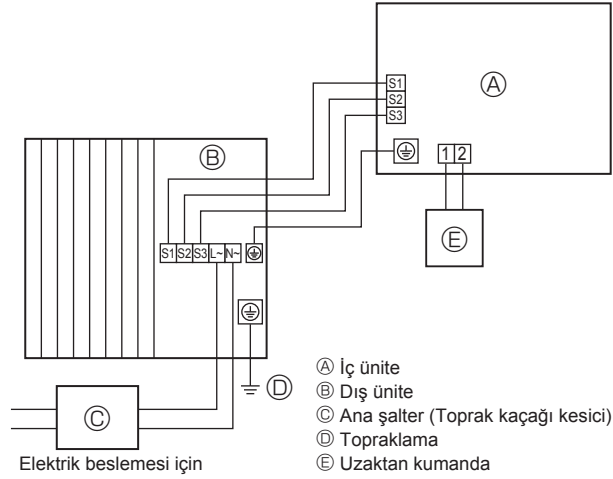
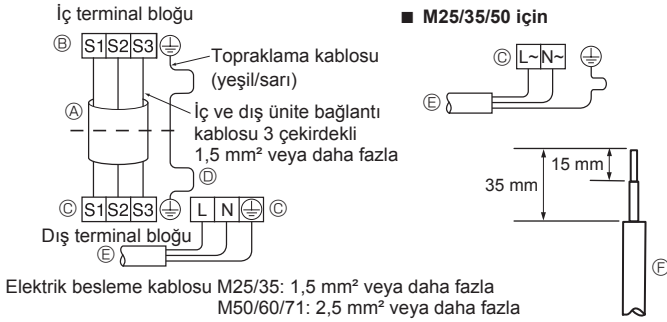
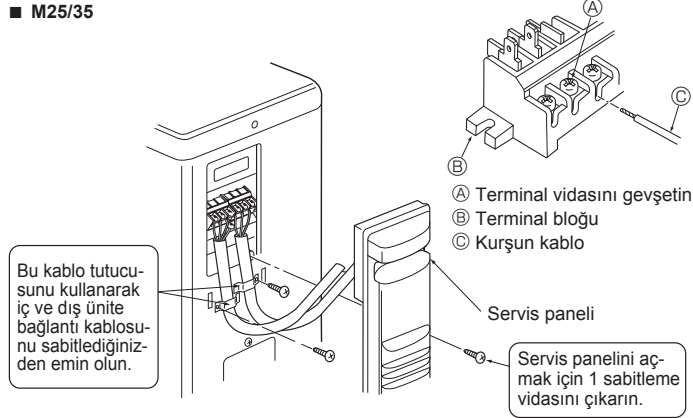
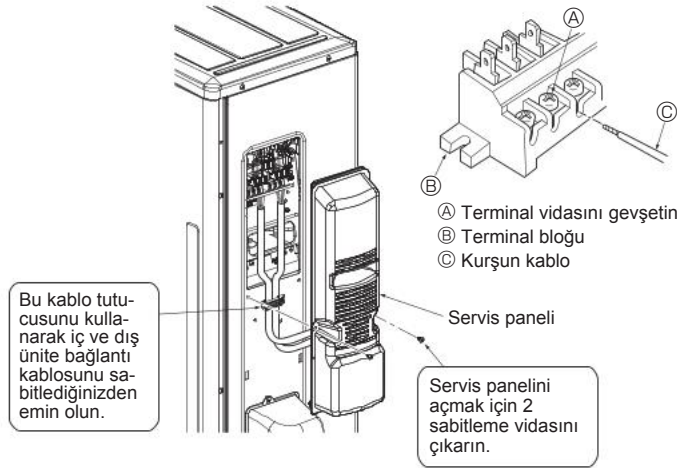

Fig. 6-1
Fig. 6-2
Fig. 6-3
Fig. 6-5
6.1. Dış ünite (Fig. 6-1, Fig. 6-2, Fig. 6-3, Fig. 6-4, Fig. 6-5)
- ① Servis panelini çıkarın.
- ② Fig. 6-1, Fig. 6-2, Fig. 6-3, Fig. 6-4 ve Fig. 6-5'e bakarak kabloları döşeyin.
- Kabloları alt sol taraftaki şemada gösterildiği gibi yerleştirin. (Yerel kablo temin edin) (Fig. 6-2)